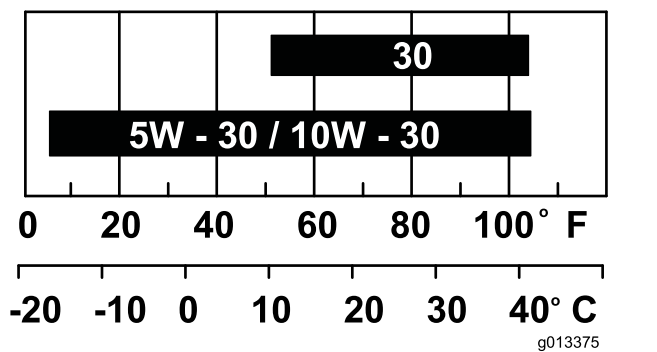

Figura 15
**Viscosidad:** Consulte la tabla siguiente (Figura 15).